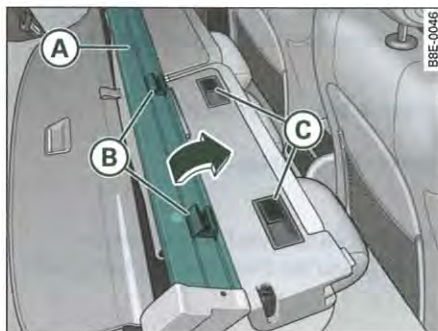

Fig. 106 Repose du couvercle-coffre/filet de séparation
- Mettez en place le filet de séparation (A) au niveau du dossier de telle sorte que les fixations (B) se trouvent devant les rails (C). ⇒ fig. 106.